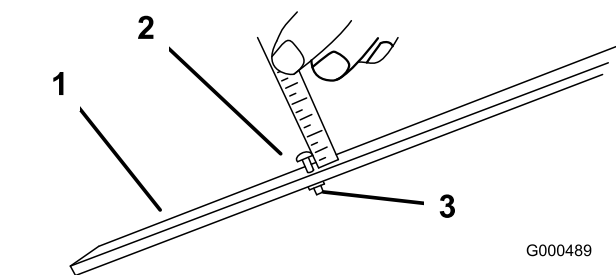

Figure 15
2. Desserrez l'écrou du gabarit et tournez la vis de réglage de manière à obtenir la hauteur de coupe voulue (Figure 15). L'écartement entre la base de la tête de la vis et la face du gabarit correspond à la hauteur de coupe.